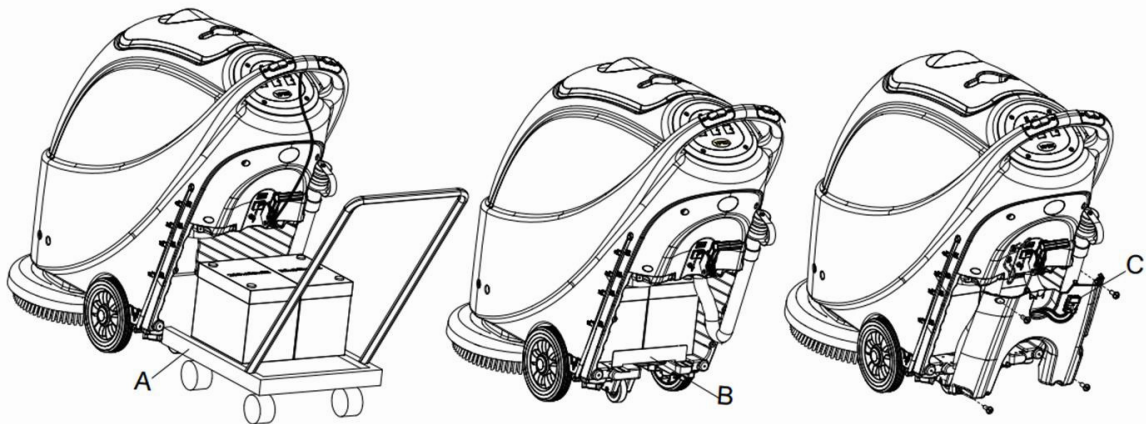

Figure 7
14. Installez la batterie avec les outils d'installation de batterie spécialement conçus (A, Figure 7). Une fois la batterie installée, retirez les outils d'installation de la batterie et installez le support de fixation de la batterie (B, Figure 7).
15. Mettez le connecteur de la batterie (C, Figure 7) dans le trou sur le dessus du couvercle du boîtier de la batterie. Mettez le tuyau de vidange dans le trou droit du couvercle du boîtier de la batterie, fixez le couvercle du boîtier de la batterie avec 4 vis puis installez successivement le câble de relevage de la raclette, le tuyau de vidange et la raclette.